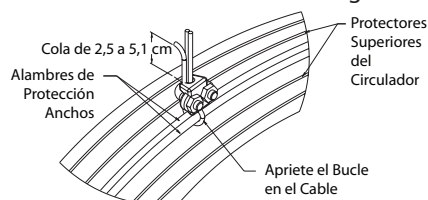

Figura 6 — Detalle de la Abrazadera de Cables
- Inserte (4) pernos, (2) a cada lado del motor y apriete las tuercas spin-lock.
- Conecte el cable de sostén de seguridad secundario cuyo propósito es proporcionar protección adicional en el caso de que se produzca una falla de otras piezas metálicas de montaje y soportes. Para garantizar que se realice la instalación correcta del cable de sostén de seguridad secundario, lea detenidamente y siga todos los pasos que comienzan con la Figura 6.
- Con un extremo del cable, rodee los alambres de mayor diámetro tanto del protector delantero como del protector trasero como se muestra en la Figura 6.